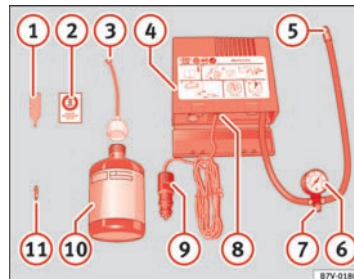

Fig. 135 Havarisættets dele
Værktøjet til af- og påmontering af ventilkegler **1** => Fig. 135 har en slids på den nederste ende, som ventilkeglen passer ind i. Kun på den måde kan ►
- Klæb mærkaten ② ⇒ Fig. 135 ⇒ Side 201 på instrumentpanelet i førerens synsfelt.
- Skru ventilkeglen ud ved hjælp af værktøjet til af- og påmontering af ventilkeglen ①, og læg den på et rent underlag (klud, papir eller lignende).
- Ryst aldrig flasken med tætningsmiddel ⑩ kraftigt ⇒ Fig. 135 ⇒ Side 201.
- Skru påfyldningsslangen ③ på flasken ⑩. Folien på lukningen bliver automatisk brudt.
- Fjern proppen fra påfyldningsslangen ③, og sæt den åbne ende helt på dækventilen.
- Hold flasken ⑩ med bunden opad, og fyld alt tætningsmiddel fra flasken i dækket.
- Skru ventilkeglen ind i dækventilen igen med værktøjet til afmontering af ventilkegler ①.
- Skru luftkompressorens påfyldningsslange ⑤ ⇒ Fig. 135 ⇒ Side 201 fast på dækventilen.
- Sørg for, at luftaftapningsskruen ⑦ er lukket.
- Sæt stikket ⑨ i 12-volts-stikdåsen.